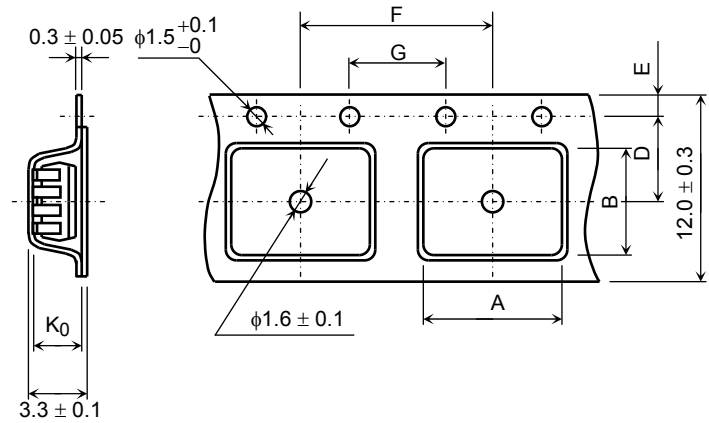

図 2 テーピング形状
- (1) テープ材質: プラスチック (静電防止仕様)
- (2) 寸 法: 図 2 および表 2 に示します。